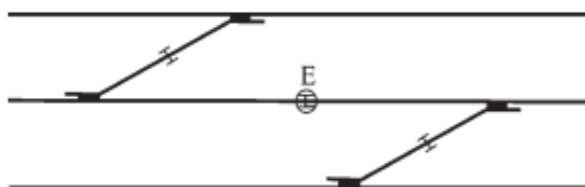

Рис. 33. Место установки стыка между противоположными стрелками
7) установить изолирующие стыки, обеспечивающие одновременные параллельные передвижения (стыки между стрелками съездов, параллельно расположенными съездами и т. п.) (рис. 33);